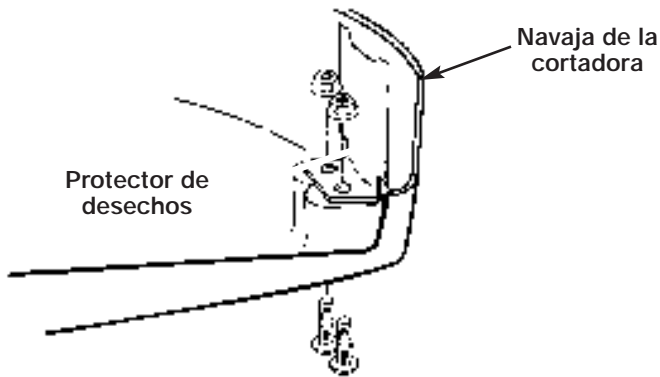

Fig. 35
1. Desmontar la navaja de la cortadora del protector de desechos (Fig. 35).